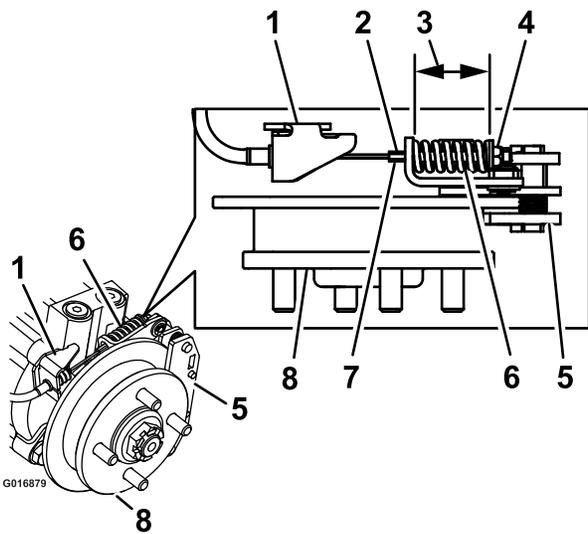

Figure 75
9. Maintenez l'extrémité de la tige filetée avec un outil et ajustez le contre-écrou jusqu'à ce que la longueur du ressort se situe entre 3,8 et 4 cm (1-1/2 et 1-9/16 po), comme montré à la Figure 75.